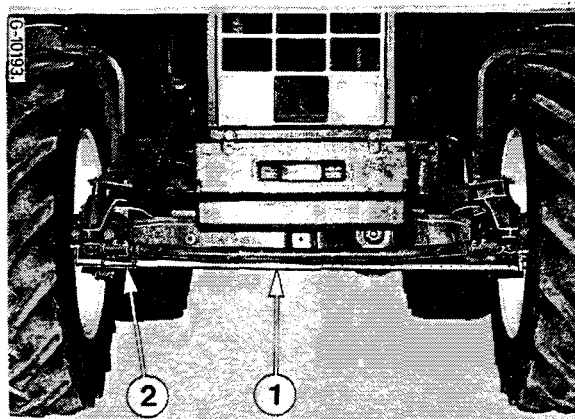

Figure 109
Vérification du pincement avec la règle coulissante (1) Fig. 109
Placez la règle coulissante (1) entre les pneus avant à hauteur du centre des moyeux, comme indiqué sur la Fig. 109.